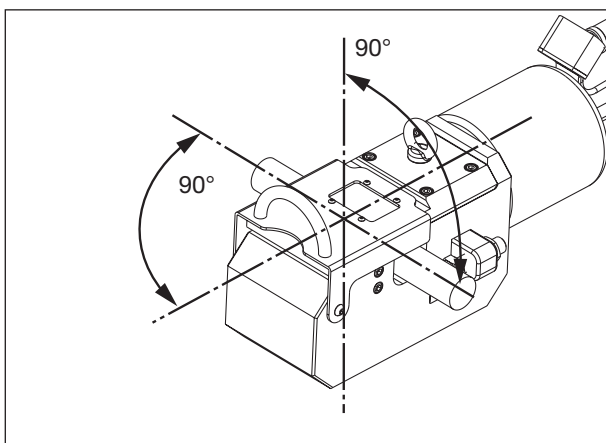

Figura 9, Colocar el material en el cabezal de corte
Coloque el material a cortar entre las cuchillas de corte, de modo que estén perpendiculares con respecto al eje del pistón, tal como se muestra en la Figura 9. Esto proporcionará la mejor calidad de corte, ejerciendo la menor cantidad de carga en el cortabarras.
4. Coloque el material a cortar entre las cuchillas fijas y móviles. Asegúrese de que esté perpendicular al eje del pistón, tal como se muestra en la Figura 9. Consulte las instrucciones en la Sección 8.5 para más información.